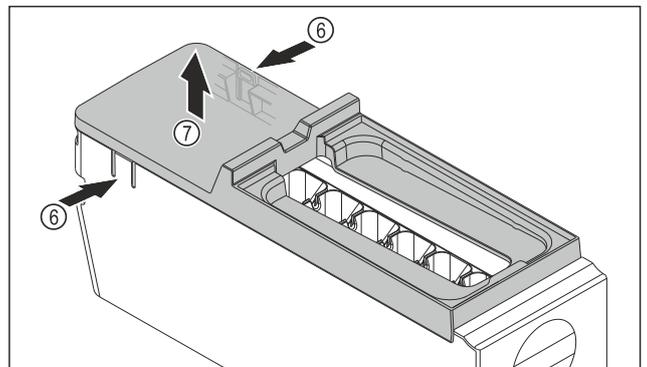

Fig. 90
- ▶ Retirer le couvercle du corps de l'EasyTwist-Ice : D'une main, pousser les languettes Fig. 90 (6) des deux côtés du corps de l'EasyTwist-Ice.
- ▶ De l'autre main, retirer le couvercle Fig. 90 (7) vers le haut.